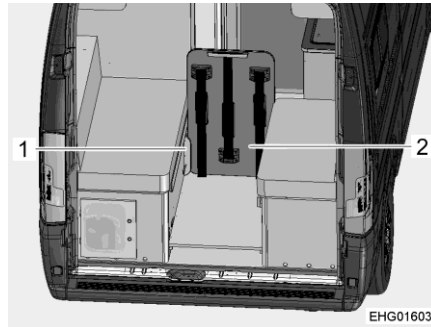

Bild 41 Fällbord, säkrat i skenorna
- Stick in fällbordet (Bild 41,2) i skenorna (Bild 41,1). Skenorna är monterade på sittbänkarna. I den här positionen fungerar fällbordet även som avskiljare för lastutrymmet.